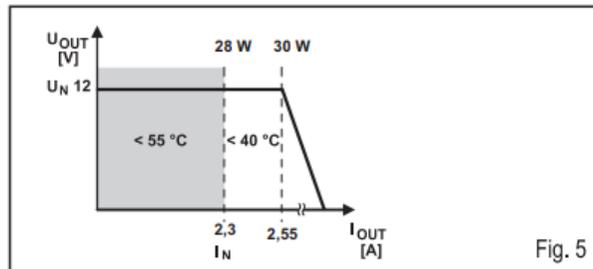

Fig. 5
5. Sortie 2, Fig. 5
Le raccordement 12 V DC se fait par les connexions à visser, borne (+) et borne (-). La tension de sortie est pré-réglée sur 12V DC. Ce produit est protégé électroniquement contre les courts circuits ainsi que le fonctionnement à vide. Intensité de sortie. (Se référer à la Figure 5).